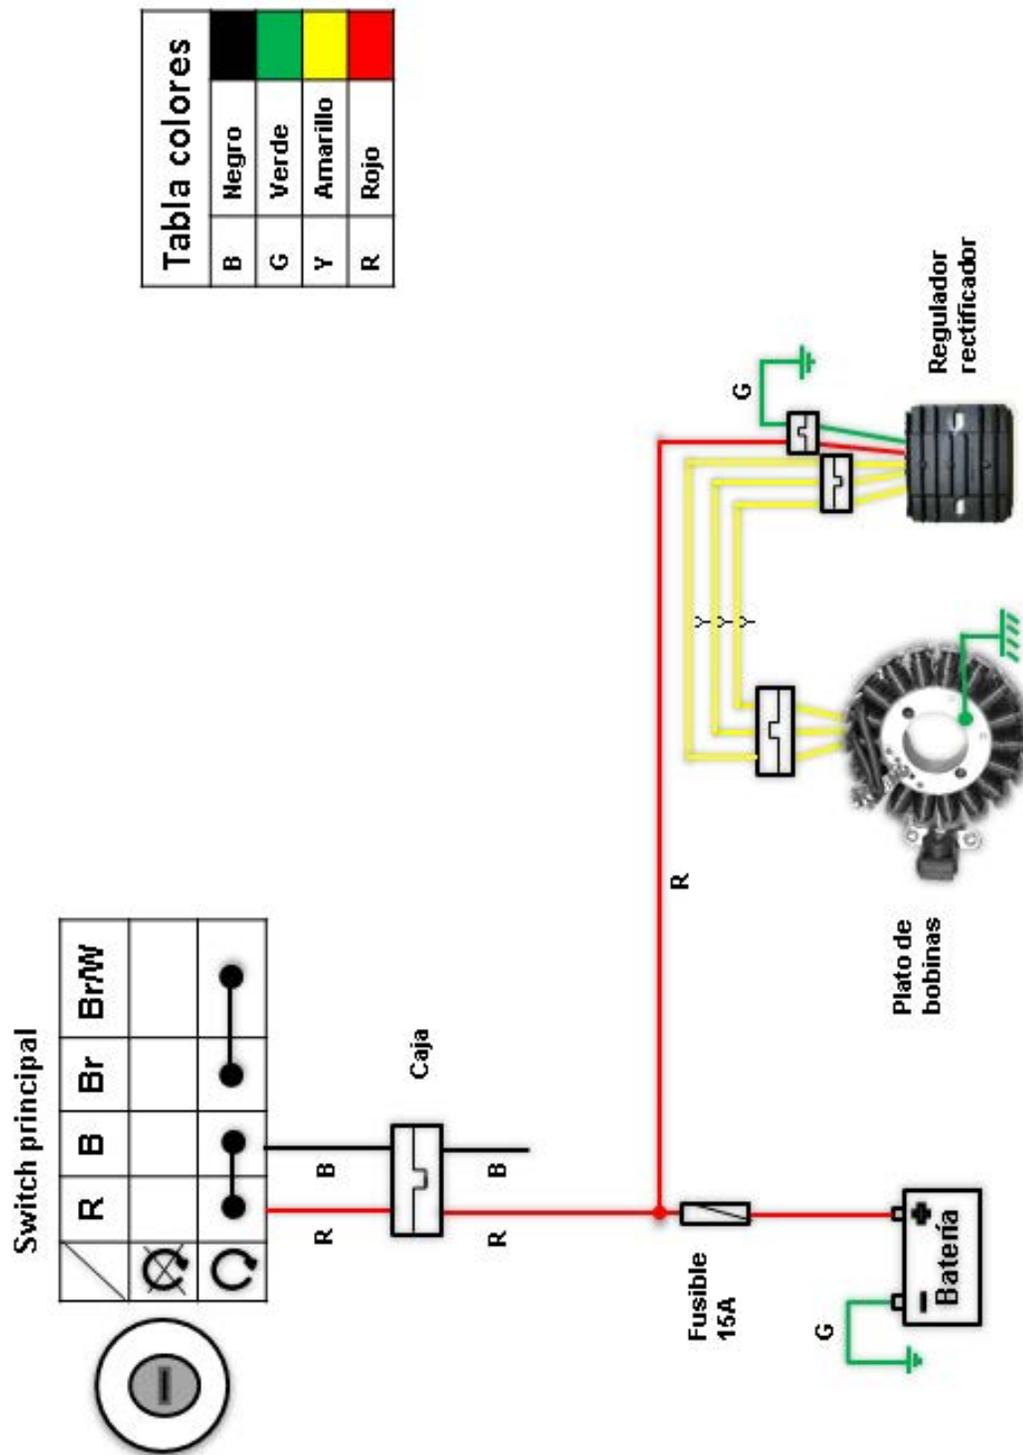

Fig.7.35
- Inspección del aislamiento (B). Conecte el multímetro en la posición como lo muestra la imagen para verificar que los terminales estén aislados entre sí. Fig.7.35.